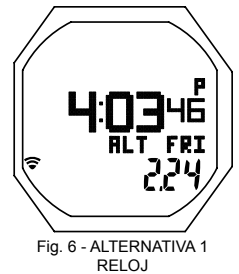

Fig. 6 - ALTERNATIVA 1 RELOJ
**Alt 1** - Ésta es la información mostrada (Fig. 6):